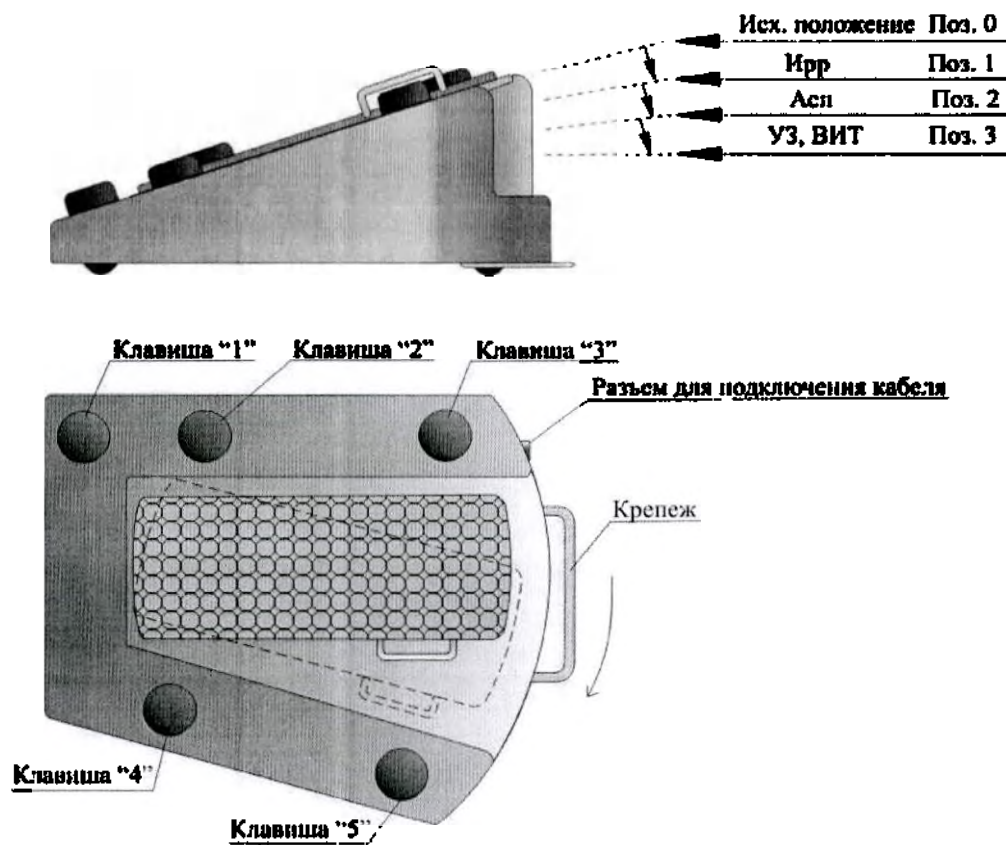

Рис.13.3 – Педаль.
13.4 Педаль (Рис.13.3) служит для управления работой системы «Оптимед Профи».
1 режим – 1X (классический). Педаль управляет основными параметрами в вертикальной плоскости (Рис.13.3).